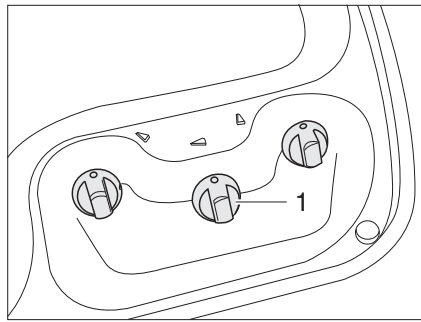

Fig. 189 Elementos de mando para la cocina de gas
- Girar el regulador giratorio (Fig. 189,1) correspondiente al quemador deseado a la posición de encendido (llama alta).